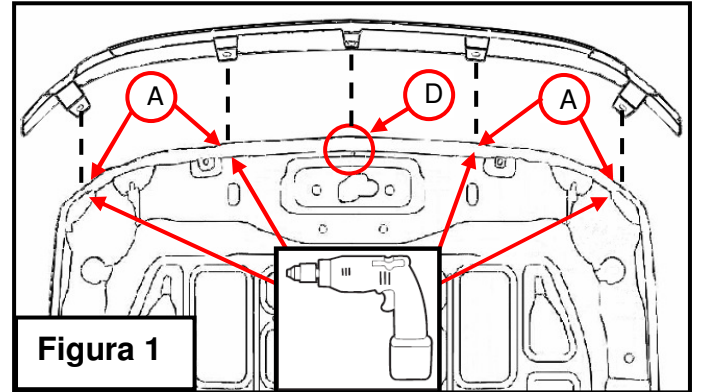

Figura 1
2. Pruebe el ajuste del Deflector de Cofre alineando el punto central de montaje con el centro del cofre del vehículo (**Figura 1**). **(NOTA: Algunos vehículos tienen una lengüeta sobre la ranura central que debe de retirarse para poder alinear correctamente el accesorio.)**
4. Retire el Deflector de Cofre Putco del vehículo y perfore orificios usando una broca de 5/32" (**Figura 1**). Use las marcas del punto anterior como referencia.
5. Coloque de nuevo el deflector de cofre en el vehículo alineando los remaches de tuerca ciegos con los orificios en el cofre del vehículo. (**Figura 1**) Coloque el Deflector de Cofre en su lugar comenzando por el centro y trabajando hacia las orillas. Apriete los tornillos solo lo necesario para mantener el Deflector en su lugar.